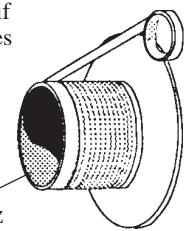

Figure 2.
- Enroulez le ruban adhésif (compris dans l'emballage) autour du collet mural fileté en serrant bien, dans le sens des aiguilles d'une montre (vu de l'arrière), en commençant au bord du filet (voir figure 2) et en allant vers l'aile du collet mural (faites chevaucher à chaque tour la moitié de la largeur du ruban adhésif), puis revenez en arrière jusqu'à votre point de départ.